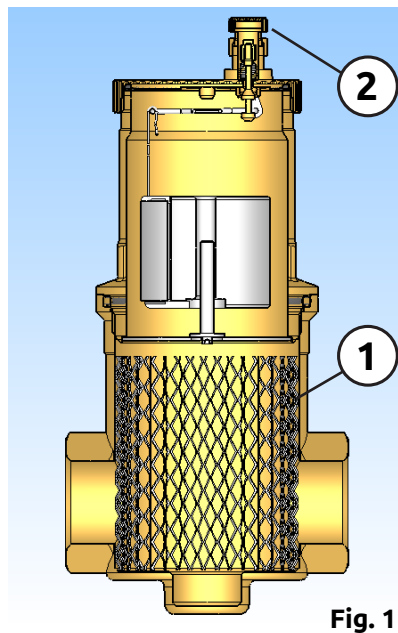

Fig. 1
Il disaeratore funziona con l'azione combinata di più principi fisici. Contiene una rete filtrante costituita da una serie di superfici metalliche disposte radialmente (1) (Fig. 1). La presenza di queste superfici genera dei movimenti che favoriscono la formazione e il successivo rilascio di microbolle. Le microbolle si uniscono e aumentano di volume. Quando la spinta idrostatica è sufficiente per superare la forza di adesione alla struttura, si alzano verso la parte superiore del dispositivo, da cui vengono poi evacuati da una valvola di sfiato aria automatica con un rubinetto galleggiante (2) (Fig.1).